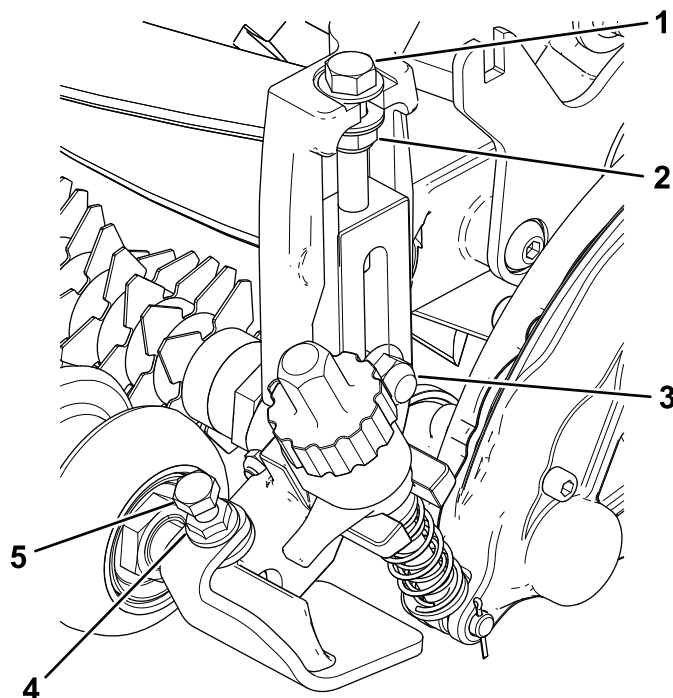

Figura 14
4. Aperte os parafusos de carroçaria e as porcas que prendem os conjuntos do suporte da altura de corte às placas laterais (Figura 14).
5. Aperte a porca de bloqueio no parafuso de ajuste da altura de corte e depois rode a porca de bloqueio meia volta para trás (Figura 14).
6. Centre o rolo frontal entre os conjuntos do suporte da altura de corte e fixe-o no lugar com os parafusos e porcas flangeadas (Figura 14).